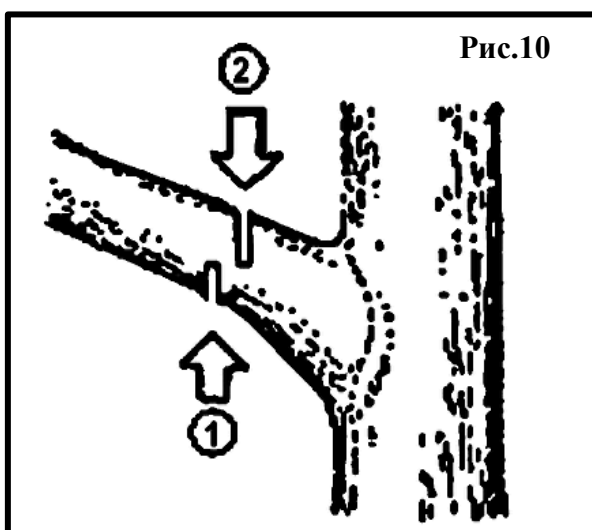

Рис.10
6.9. Резка ветви на стоящем дереве (рис.10).